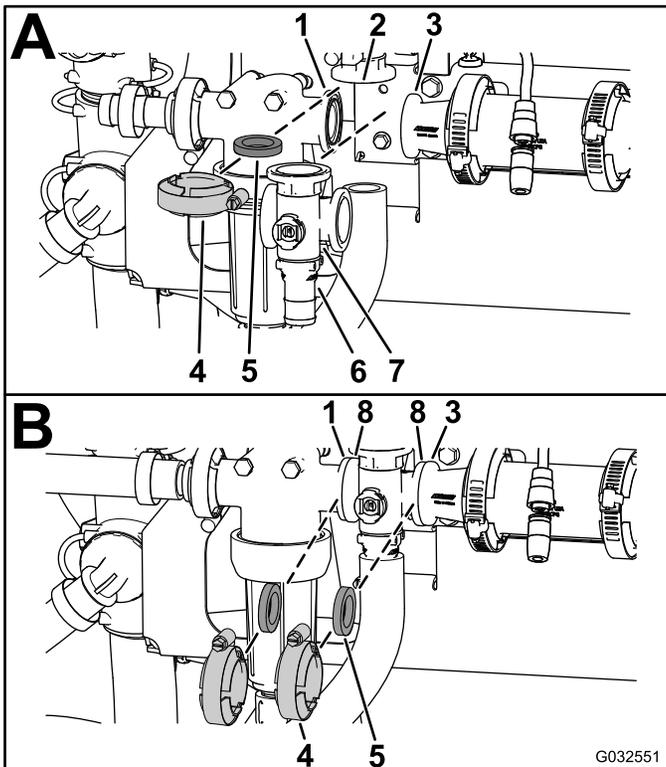

Figura 115
1. Alinee la brida de la válvula de desvío de agitación, una junta y la brida del conector de extremo del distribuidor de la válvula de agitación (**Figura 115, A**).
2. Monte la válvula de desvío de agitación, la junta y el distribuidor de la válvula de agitación con una abrazadera apretada a mano (**Figura 115, A**).
3. Alinee una junta entre las bridas de la cabeza del filtro de presión y el distribuidor de la válvula de agitación (**Figura 115, B**).
4. Monte la cabeza del filtro de presión, la junta y el distribuidor de la válvula de agitación con una abrazadera apretada a mano (**Figura 115, B**).
5. Alinee una junta entre las bridas del distribuidor de la válvula de agitación y el racor reductor (**Figura 115, B**).
6. Monte el distribuidor de la válvula de agitación, la junta y el racor reductor con una abrazadera apretada a mano (**Figura 115, B**).
7. Alinee una junta entre las bridas del distribuidor de la válvula de agitación y el acoplamiento del adaptador de la válvula de control de agitación (**Figura 115, C**).
8. Monte el distribuidor de la válvula de agitación, la junta y el alojamiento del adaptador con una abrazadera apretada a mano (**Figura 115, C**).